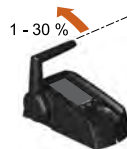

Fig. 31: Område 1-30 %
4. Stil gashåndtaget på området 1 - 30 %, se "**Fig. 31: Område 1-30 %**".